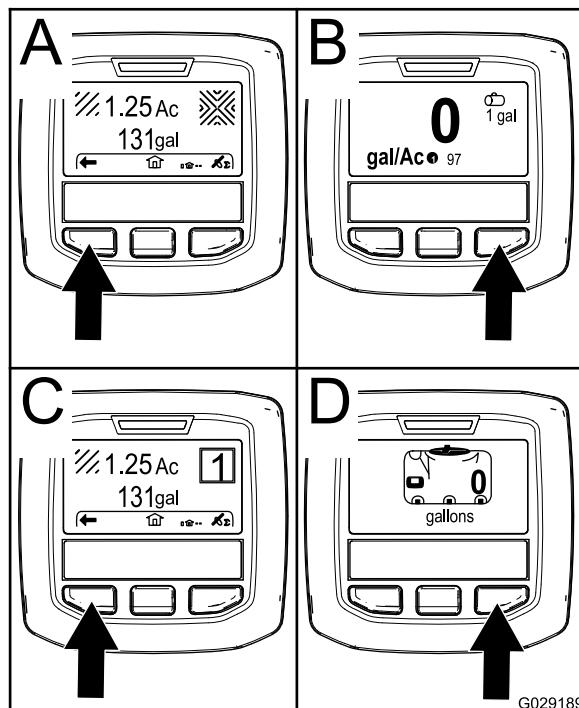

Figura 51
- Pulsante di selezione sinistro: **Area parziale irrorata** (C della Figura 51)
- Pulsante di selezione sinistro: **Volume serbatoio** (D della Figura 51)
- Pulsante di selezione destro: **Area irrorata totale** (A della Figura 51)
- Pulsante di selezione destro: **Volume di applicazione** (B della Figura 51)